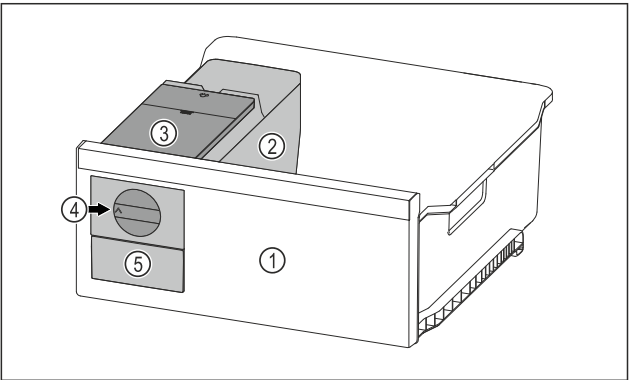

Fig. 151 例图
- 将旋钮 Fig. 151 (4) 顺时针转动到底。
- 冰块从方块冰盘落入冰块抽屉 Fig. 151 (5) 中。